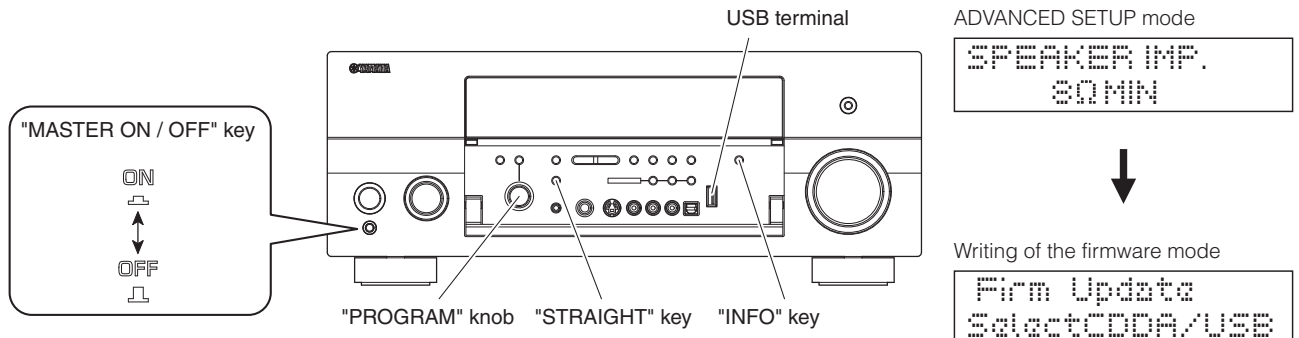

Fig. 4
4. Press the "MASTER ON/OFF" key of this unit while simultaneously pressing the "STRAIGHT" key of this unit. Then the ADVANCED SETUP mode is activated. (Fig. 4)
4. 本機の "STRAIGHT" キーを押しながら、"MASTER ON/OFF" キーを押して、アドバンスドセットアップを起動します。(Fig. 4)
5. Press and hold the "INFO" key of this unit for about 3 seconds. (Fig. 4)
Writing of the firmware is started. (Fig. 4)
7. Press the "INFO" key of this unit. (Fig. 4)
8. Insert the USB flash memory to the USB terminal of this unit. (Fig. 4)
5. 本機の "INFO" キーを約 3 秒間押し続けます。(Fig. 4)
ファームウェアの書き込みが起動します。(Fig. 4)
7. 本機の "INFO" キーを押します。(Fig. 4)
8. 本機の USB 端子に USB フラッシュメモリーを差し込みます。(Fig. 4)